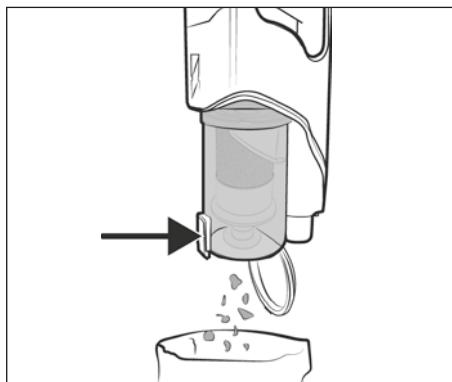

Fig. 17
- 2) Tenere il contenitore della polvere 7 in una pattumiera e premere il tasto di sblocco per il coperchio del contenitore della polvere 8. Il coperchio del contenitore della polvere 9 si apre e il contenuto viene svuotato nella pattumiera (vedere fig. 17). Quindi richiudere il coperchio del contenitore della polvere 9.